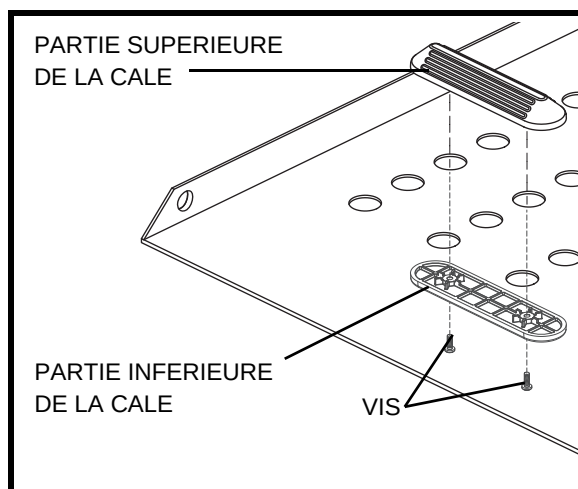

Figure 12. Installation des cales de roues
6. Positionnez la partie inférieure de la cale en dessous de la plateforme, alignez-la avec la partie supérieure de la cale placée sur le dessus de la plateforme. **Voir la figure 12.**
7. Fixez le cale avec les ferrures fournies. **Voir la figure 12.**